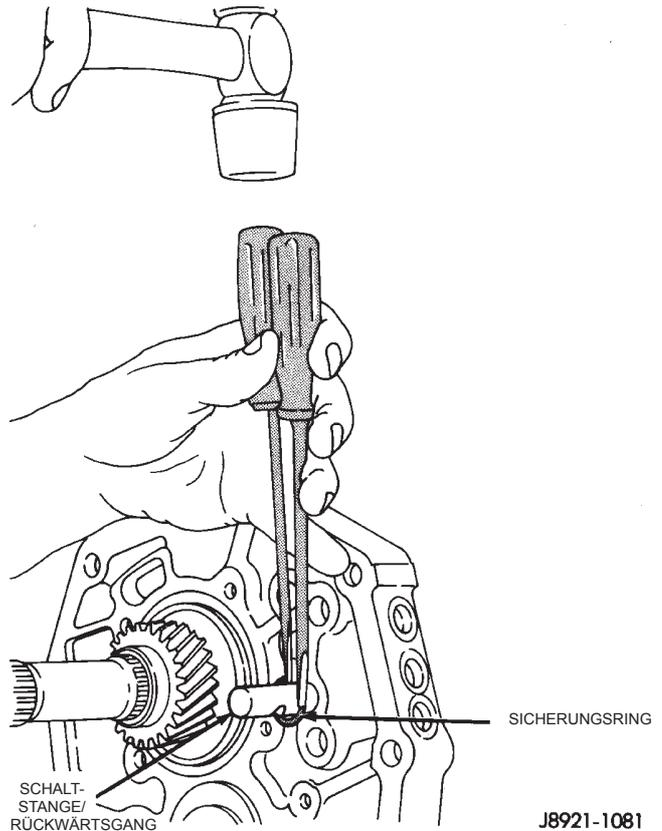

Abb. 77 Sicherungsring der Schaltstange/Rückwärtsgang ausbauen
(30) Den Sicherungsring, der die Schaltstange für den Rückwärtsgang in der Zwischenplatte hält, mit zwei Schraubendrehern gleicher Größe und Länge ausbauen (Abb. 77).